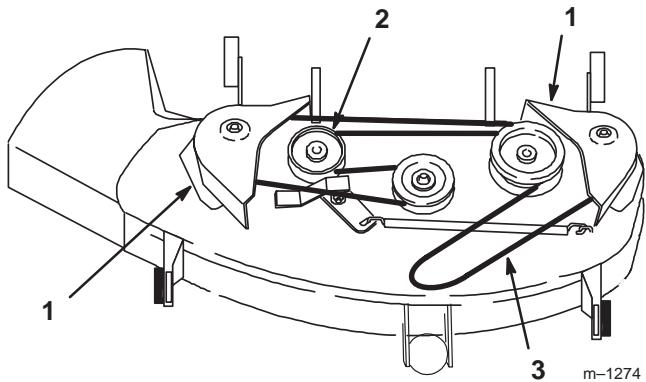

Bild 26
2. Entfernen Sie die Halteschrauben der Riemenabdeckungen und die Riemenabdeckungen von beiden Schnittmesser-Riemenscheiben (Bild 26).
3. Ziehen Sie den Treibriemen von den Scheiben ab (Bild 26).
2. Bringen Sie die linke und rechte Riemenscheibenabdeckung mit Halteschrauben an (Bild 26).